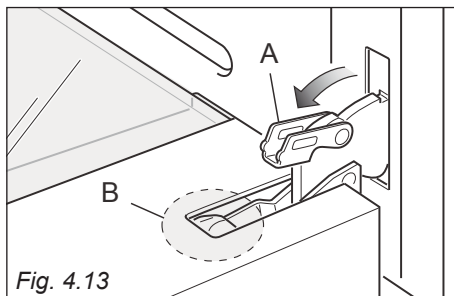
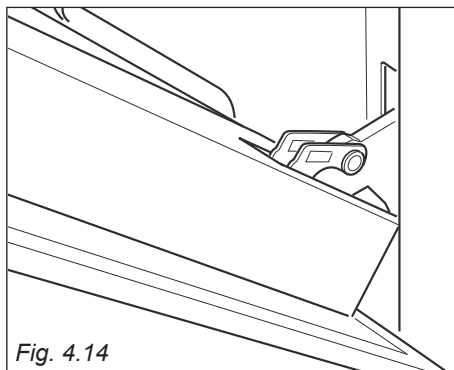

Fig. 4.13
Fig. 4.14
- Aprire completamente la leva "A" delle cerniere destra e sinistra (fig. 4.13).
- Socchiudere dolcemente la porta (fig. 4.14) fino a quando le leve "A" delle cerniere destra e sinistra si agganciano alla parte "B" della porta (fig. 4.13).
1. Assicurarsi che la porta sia bloccata aperta (vedere fig. 4.14).